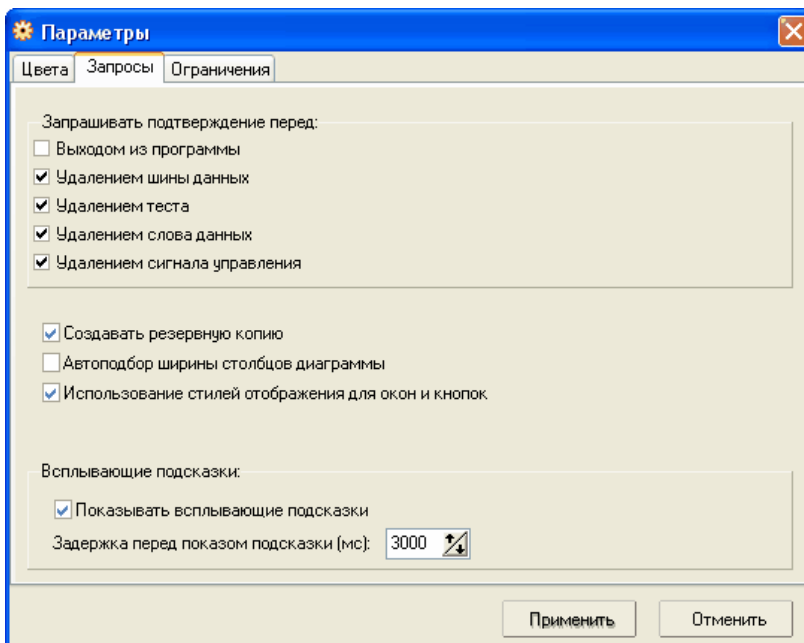

Рис. 19
2. На вкладке «Запросы» (рис. 19) сосредоточена следующая информация: